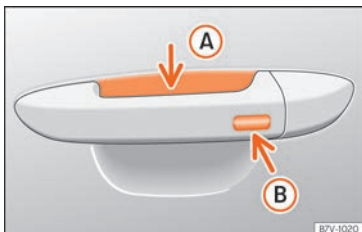

Abb. 50 Türgriff: Sensorflächen.
»» (Abb. 50)
- Berühren Sie die auf der Außenseite des Türgriffs befindliche Sensorfläche **»» (Abb. 50) (B)**. Alle Blinker leuchten einmal.
- Berühren Sie innerhalb von 5 Sekunden einmal die auf der Außenseite des Türgriffs befindliche Sensorfläche **»» (Abb. 50) (B)**. Ergreifen Sie dabei nicht den Türgriff. Das System Keyless Access ist jetzt vorübergehend deaktiviert.
Um mit der Komfortfunktion alle elektrischen Seitenfenster zu schließen, lassen Sie einen Finger einige Sekunden auf der Sensorfläche für Verriegelung **»» (Abb. 50) (B)** (Pfeil) am Türgriff, bis die Seitenfenster geschlossen sind.